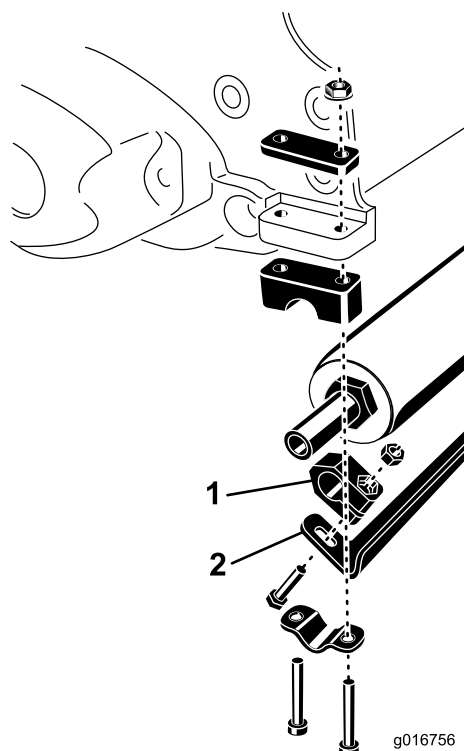

Figura 2
3. Instale, sem apertar, o raspador do rolo em cada extremidade do rolo com um bloco de grampo, parafuso e porca. Coloque os componentes como indicado em Figura 2.
4. Instale, sem apertar, o rolo na unidade de corte com os parafusos, grampos e porcas previamente removidos (Figura 2).
5. Centre o rolo numa unidade de corte e aperte os parafusos e porcas do grampo do rolo (Figura 2).